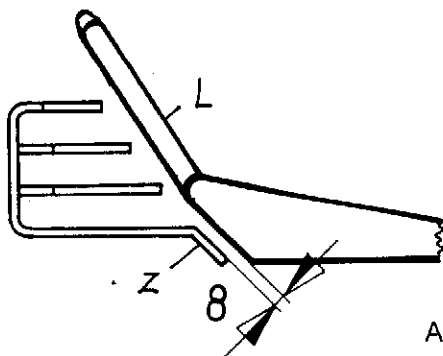

Abb. 46
- Leitfinger L (Abb. 46) auf Verschleiß prüfen.
Daher diesen Bereich regelmäßig prüfen. Verbogene Mitnehmerzinken „Z“ korrigieren, siehe Abb. 46.